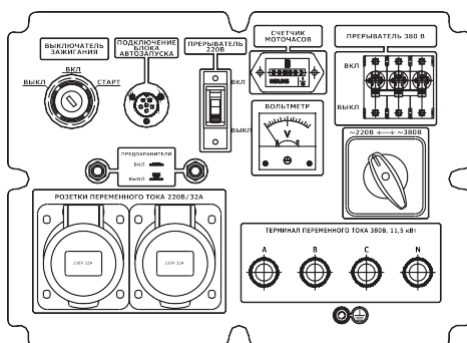

Рис. 18
- Поставьте выключатель автоматического режима в положение «ВЫКЛ» (рис. 18).